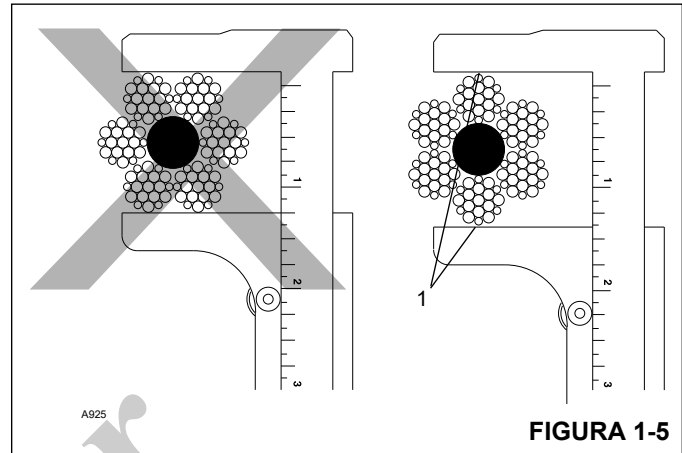

FIGURA 1-5
- Mida el diámetro del cable entre las coronas (1) de las trenzas para determinar si el cable se ha dañado (Figura 1-5).